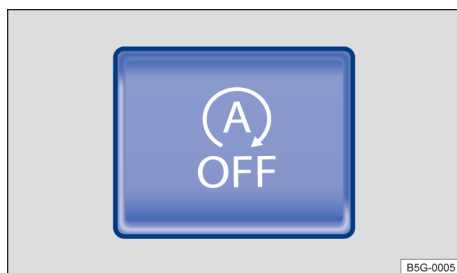

Fig. 111 Na parte inferior do console central: botão do sistema Start-Stop.
- Para desligar o sistema, pressione o botão  situado no console central → Fig. 111. Quando o sistema Start-Stop é desligado, é acesa a luz de controle do botão.
- Para voltar a ligar o sistema, pressione de novo o botão  do console central → Fig. 111.